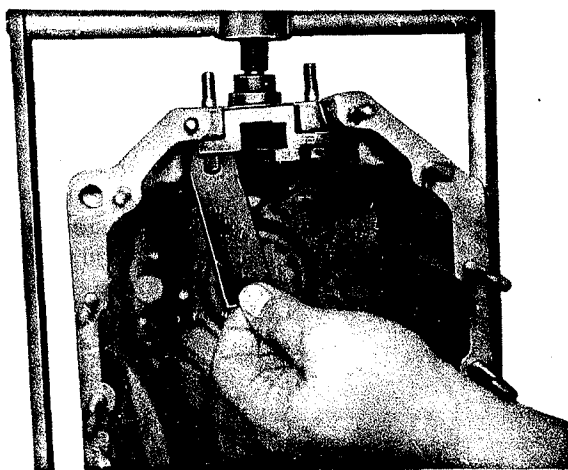

Fig. 23
Monter les déflecteurs en tôle (619) ainsi que la pièce de guidage (620), sur la partie arrière du carter, à droite, vu dans le sens de la marche (fig. 23) et/ou avec la pièce de guidage (621), sur la partie avant du carter, à gauche, vu dans le sens de la marche.